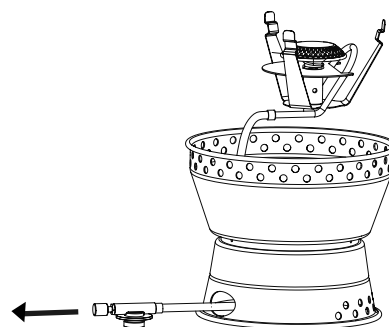

Fig. 3
- La ventilen gå gjennom slangeutløpet på gassbrennerens sokkel (fig. 3).